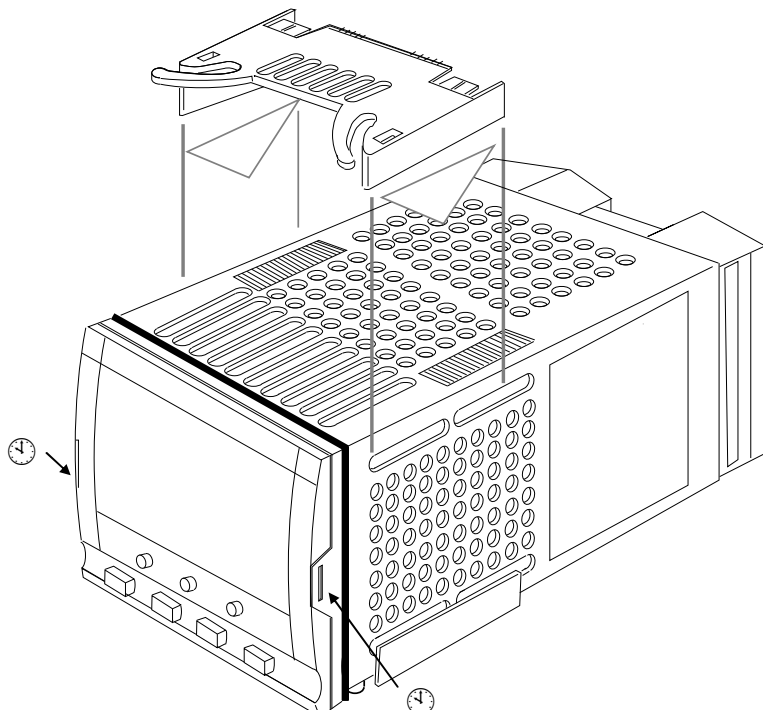

图 1-7:
1. 拨开两个锁耳 (🔒) (图 1-7) 将表芯从表壳中抽出。不需要任何工具。